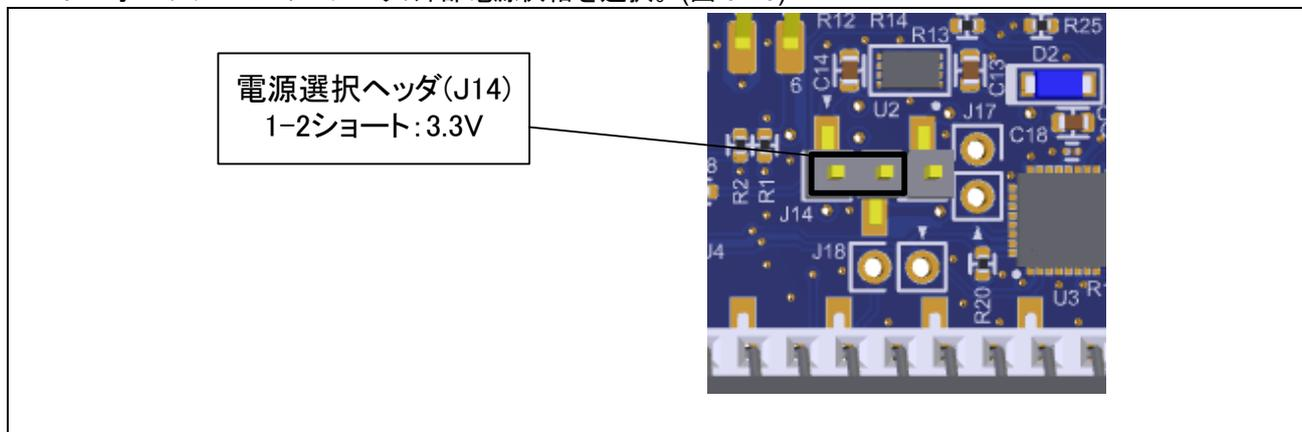

図 5-18: 3.3V 使用時のヘッダ設定
- ・ J14 1-2 ショート：3.3V 電源を選択。出荷時初期設定。(図 5-18)